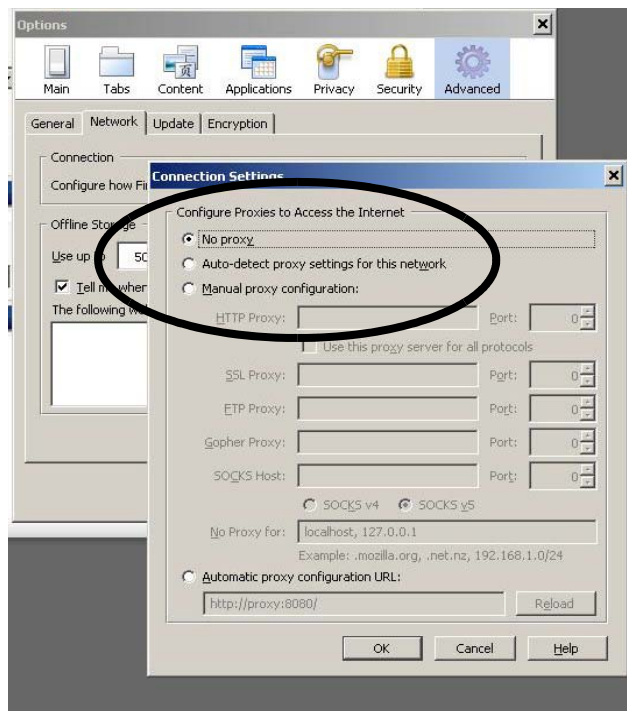

FIG. 38: Apague los ajustes Proxy (Firefox solamente)
2. *Se aplica a Firefox solamente:* Para operar en una red ProMix 2KS/3KScon Firefox tiene que apagar los ajustes Proxy de su navegador. En su navegador Firefoxvaya aHerramientas>Opciones>Avanzado>pestaña de Red>Ajustes de Conexión. Haga click en "No proxy" Vea FIG. 38